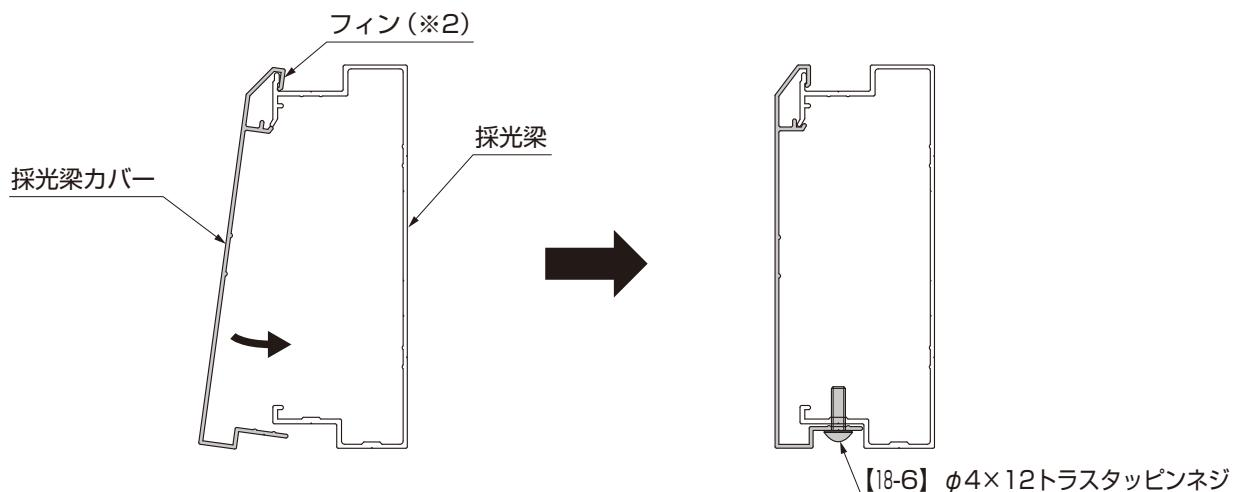

図14-4 採光梁カバーの取付け
- ①採光梁カバーを採光梁に【18-6】で組付けてください。（図14-4参照）
- 採光梁カバーのフィン（※2）を採光梁のフィンに引っ掛けるように取付けてください。（図14-4参照）